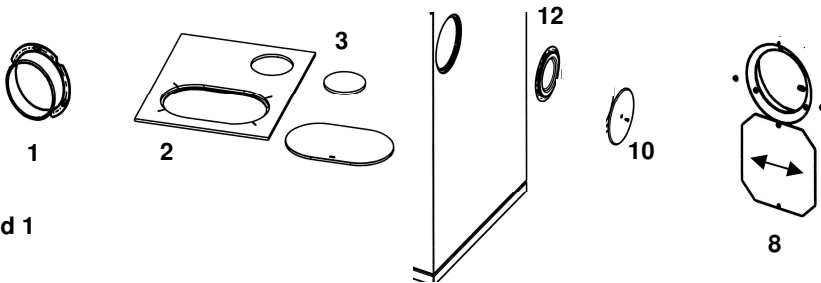

Bild 1
1.9.1 Obenanschluss (Bild 1)
- hinteren Abgasstutzen (1) durch Lockern der Schrauben entfernen
- Abgasanschluss hinten mit beiliegenden Blinddeckel (12) von außen verschließen und fest verschrauben
- Rückwandverkleidungsdeckel (8) nach Oben schwenken und verschließen
- Rauchgasdeckel (3) und große Herdplatte (2) heraus nehmen
- Abgasstutzen (1) von unten an die Öffnung des Rauchgasdeckels (3) der großen Herdplatte (2) fest verschrauben
- Herdplatte (2) wieder einsetzen
1.9.2 Seitenanschluss (Bild 1)
- Seitenverkleidungsdeckel (10) durch Lockern der Schraube entfernen
- Die Schrauben vom Blinddeckel (12) seitlich lockern und Deckel entfernen
- Abgasstutzen (1) an der Seitenwand fest verschrauben
- Abgasanschluss hinten mit entfernten Blinddeckel (12) von außen verschließen und fest verschrauben